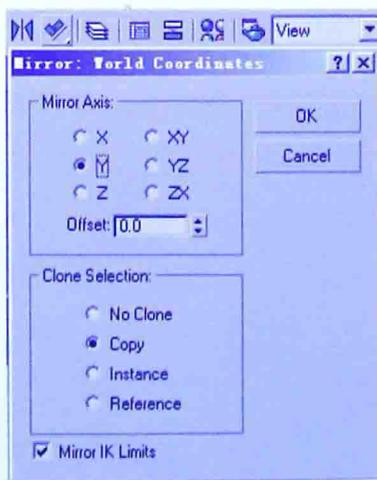

图 1-18
4. 确定在透视图，按下工具栏中的【镜像】工具，注意修改其参数，可以在五角星的背面复制出另外一个五角星。如图 1-18 所示。